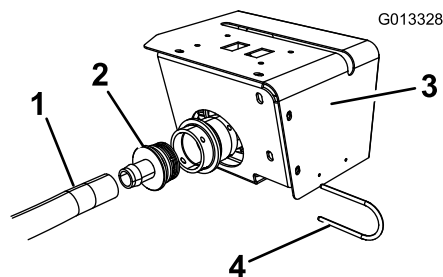

Figure 17
5. Retirez le raccord cannelé droit S67 et l'étrier de fixation du distributeur de commande du dévidoir (Figure 17). Glissez un collier sur le flexible. Appliquez du savon liquide sur le flexible et le raccord. Engagez complètement l'extrémité du flexible sur le raccord. Fixez le flexible avec le collier. Branchez l'extrémité portant le raccord S67 au distributeur de commande et fixez l'ensemble avec le dispositif de retenue.